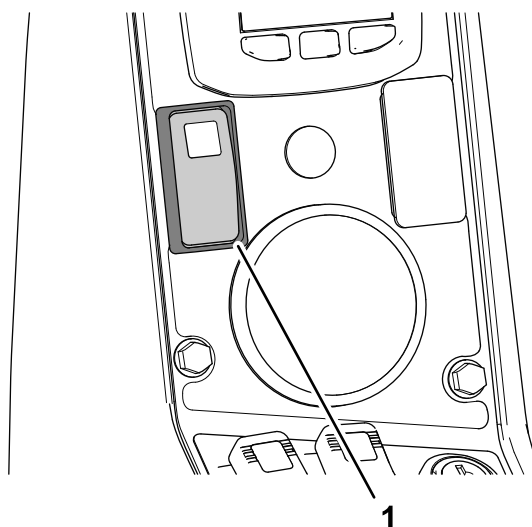

Рисунок 140
- Нажмите педаль акселератора для достижения максимальной частоты вращения двигателя (полностью открытая дроссельная заслонка) и установите в нужное положение выключатель фиксатора дроссельной заслонки на машине (Рисунок 140).